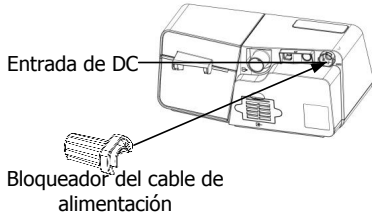

Fig. 11-5
(1) Inserte el bloqueador del cable de alimentación en el dispositivo, como se muestra en la Fig. 11-5, y luego gírelo hacia la izquierda para ensamblarlo en el dispositivo.